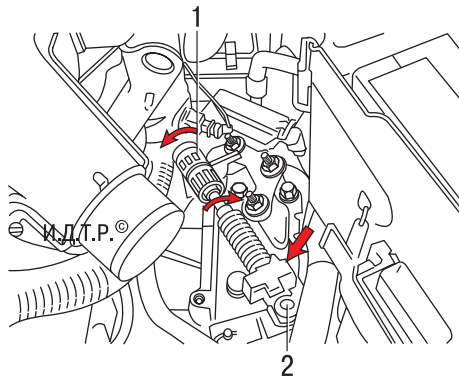

Рис. 6.10. Крепление троса привода управления автоматической коробкой передач: 1 – муфта крепления оболочки троса; 2 – подвижный наконечник троса
1. Управляют автоматической коробкой передач с помощью троса, а не жесткой тяги. Для его отсоединения от коробки передач снимите наконечник 2 (рис. 6.10) троса с шарового пальца рычага многофункционального переключателя, преодолевая упругое сопротивление его фиксатора. Поверните половины муфты 1 в направлениях, показанных на фото стрелками, извлеките муфту из кронштейна на коробке передач и отведите трос в сторону.
3. Отсоедините подвижный наконечник 2 троса (см. рис. 6.10) от шарового пальца рычага многофункционального комбинированного переключателя выбора режимов, преодолевая упругое сопротивление его фиксатора.